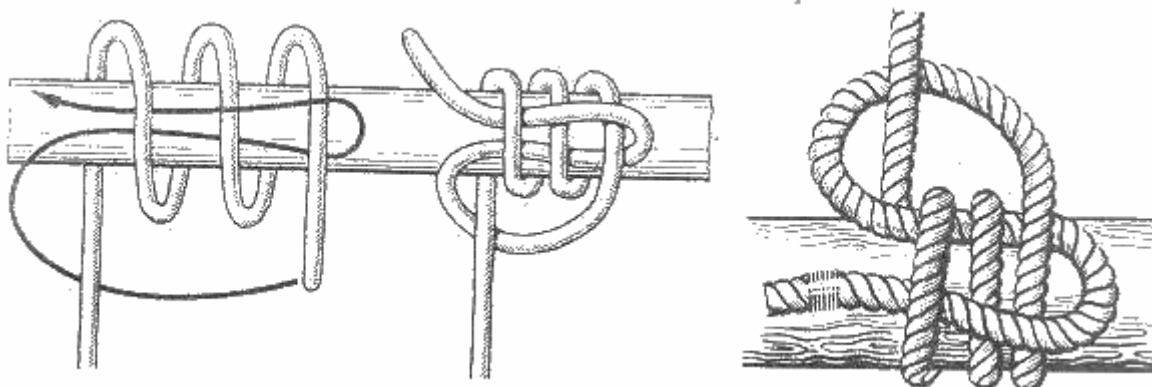

Рис. 57. Фаловый узел
**Фаловый узел** (рис. 57). На парусном корабле прямые паруса, которые ставились между марса-реем и нижним реем, назывались марсеями. Смотря по тому, к какой мачте принадлежал парус, он назывался "грот-марсель" на грот-мачте или "фор-марсель" на фок-мачте. Снасти, которой поднимали реи этих парусов, назывались грот-марса-фал и фор-марса-фал. К рею эти снасти прикреплялись фаловым узлом. Как и лисельный, фаловый узел считается надежным морским узлом. Он может сослужить неплохую службу и в нашем быту.